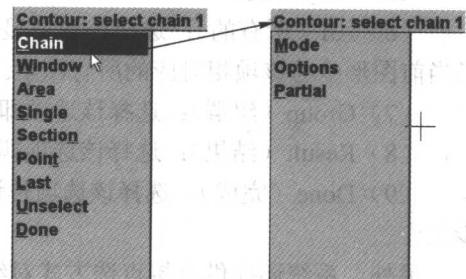

图1-7 串连菜单
(1) Chain (串连)：用来定义一个或多个图素的边界，从串连方法菜单中选取串连，显示串连菜单，如图1-7所示，菜单中每个选项说明如下：